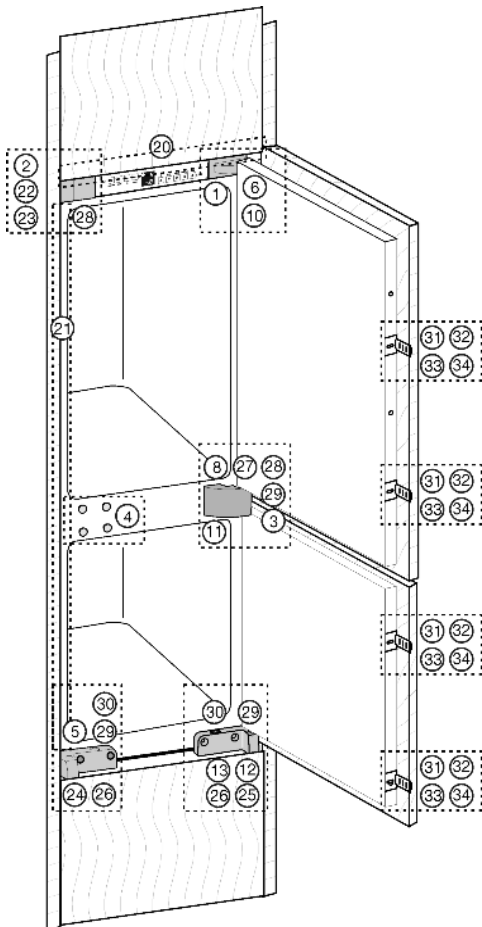
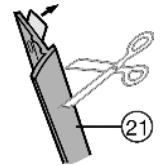
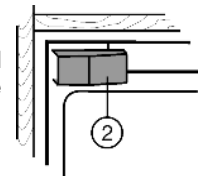

Fig. 6
Fig. 9
Fig. 10
- Adhiera la tira tapajunta Fig. 9 (21) por el lado del tirador y delantero a la pared lateral del aparato: Retire la lámina protectora y fije la tira tapajunta.
- Si es necesario, acorte la tira tapajunta Fig. 9 (21) para adaptarla a la altura del habitáculo.
- Fije la tira tapajunta Fig. 9 (21) exactamente debajo de la brida en U Fig. 6 (22).
- Retire la cubierta Fig. 10 (2).
- Retire la cubierta Fig. 6 (3) del centro del soporte del cojinete Fig. 10 (11).